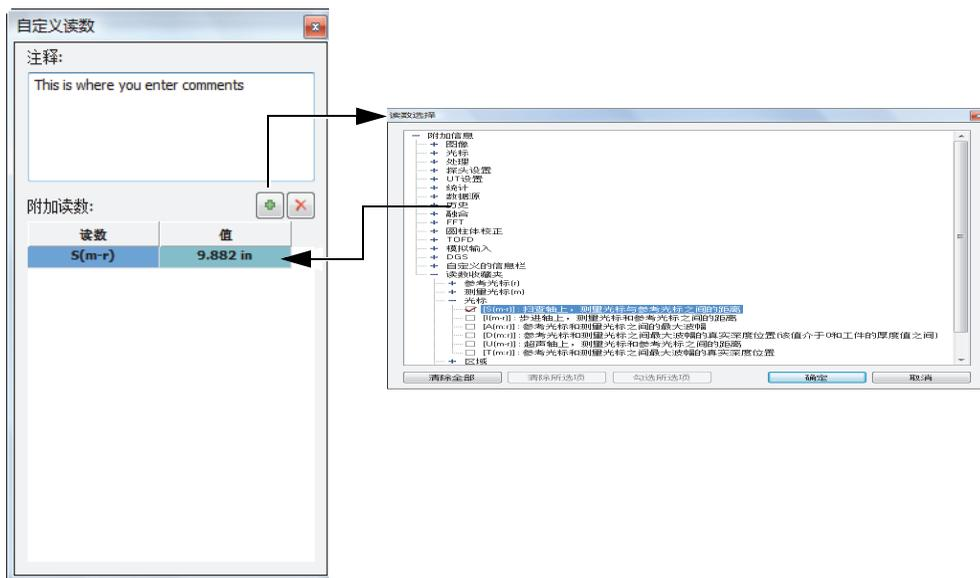

图 6-5 将注释和附加的读数添加到缺陷指示
- c) 在出现的**自定义读数**对话框的**注释**框中（参见第172页的图 6-5），输入对这条缺陷指示的评注。
9. 您还可以在缺陷报表中添加附加读数（参见第172页的图 6-5）：